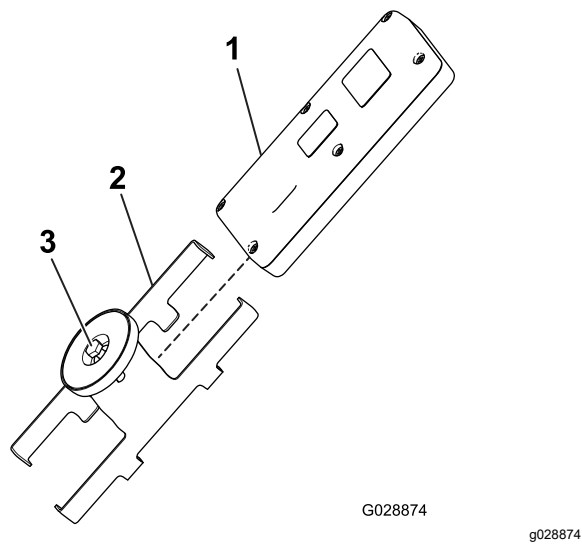

Figura 22
5. Montate il telecomando sulla relativa staffa magnetica, fate scorrere le metà della staffa insieme e serrate il bullone nel magnete (Figura 22).